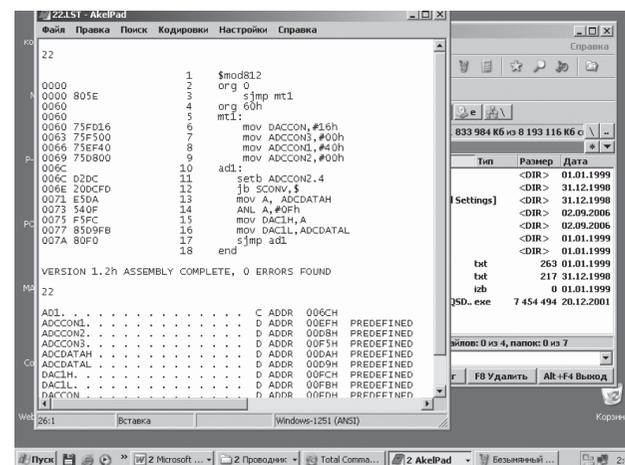

Рисунок 9
После этого находим в папке ASM51 имя своего файла, но с расширением LST (2), выделяем его и нажимаем клавишу F4. Появится диалоговое окно, как показано на (рис. 9).